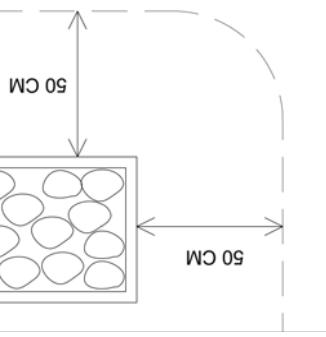

Fig. 1
- ! Dentro de la sauna no está permitido instalar la luminaria por encima de la estufa, debiendo mantenerse una distancia mínima de 50 cm respecto a ella (fig. 1).